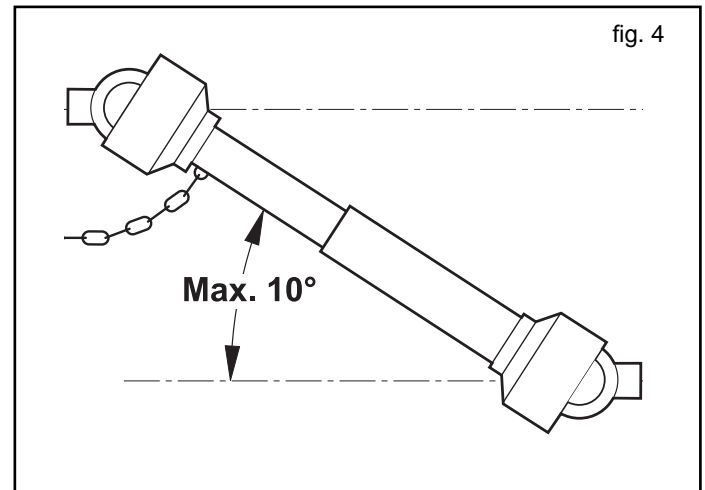

fig. 4
- 12) Disinserire, sempre, la presa di potenza quando l'albero cardanico supera un angolo di 10 gradi (Fig. 4) e quando non viene usata.